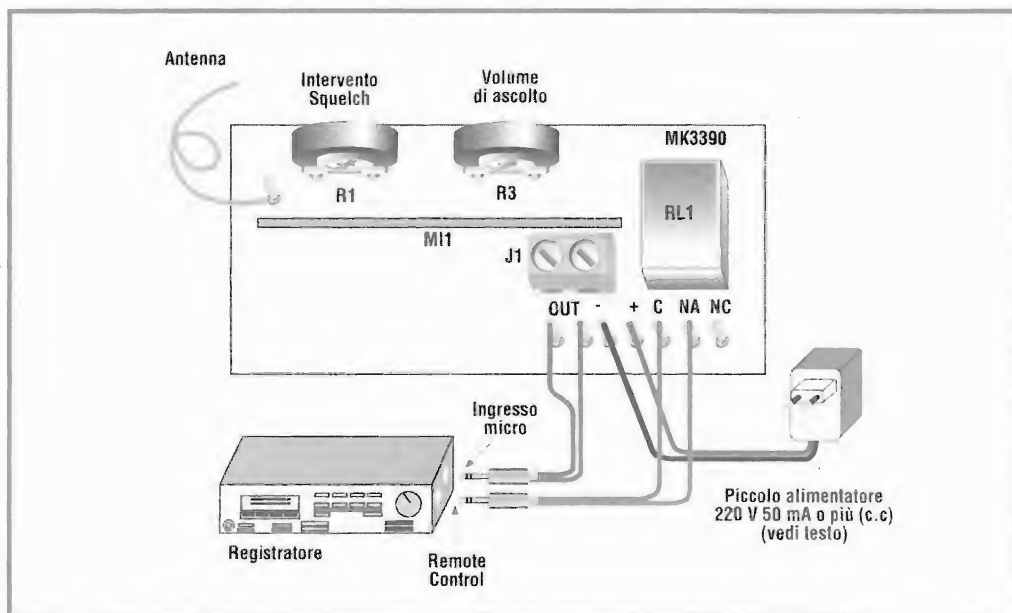

Figura 1.19. Collegamento del ricevitore per la registrazione automatica.
mentazione a 9 o 12 V, questa potrà indifferentemente essere fornita da pile o da un piccolo alimentatore con potenza di 50 mA o più. Tenete conto che utilizzando un'alimentazione a 9 V, piletta piatta o alimentatore, la potenza audio all'uscita OUT sarà minore che se utilizzassimo alimentazione a 12 V. In Figura 1.19 viene indicato come collegare il ricevitore ad un registratore. Per avere una lunga autonomia con pile (circa 200 ore!), si potrà utilizzare un portatile da 8 pile stilo da 1,5 V ( $8 \times 1,5 \text{ V} = 12 \text{ V}$ ). I kit del Trasmettitore e del Ricevitore UHF possono essere richiesti con le sigle MK3400 e MK3390 a: G.P.E. via Faentina, 175A - 48100 Fornace Zarattini (RA). Tel. 0544/464059 - email: gpekit@gpekit.com.